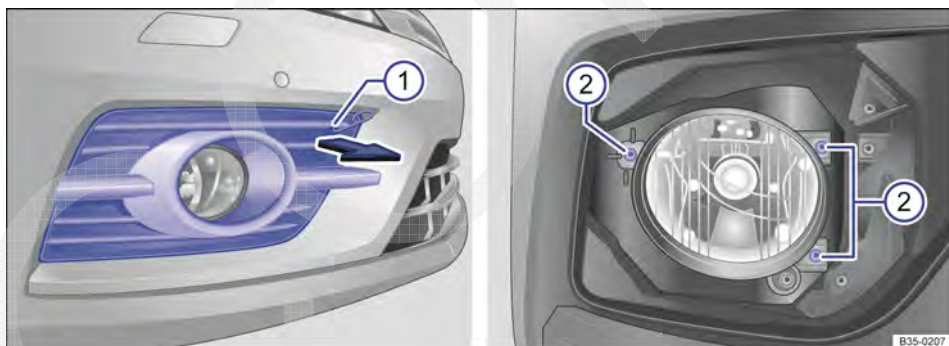
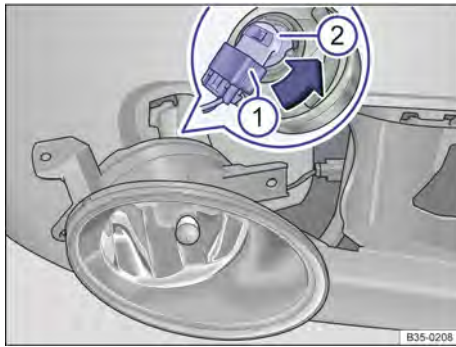

Fig. 206 No para-choque dianteiro à direita: iluminação de neblina.
Fig. 207 No farol desmontado: substituir a lâmpada incandescente.
3. Colocar o gancho extrator no entalhe → Fig. 206 ① da cobertura e puxar a cobertura para frente na direção da seta e retirá-la.
4. Desparafusar os parafusos de fixação ② com a chave de fenda.
7. Destravar e retirar o conector → Fig. 207 ①.
8. Girar o suporte da lâmpada ② até o batente no sentido anti-horário e retirar com a lâmpada incandescente para trás.
12. Encaixar o conector ① na lâmpada incandescente até ouvir que ela foi travada.
14. Instalar os parafusos de fixação → Fig. 206 ②.
15. Colocar a cobertura contra o sentido da seta → Fig. 206 no para-choque. A cobertura deve se travar de firmemente.